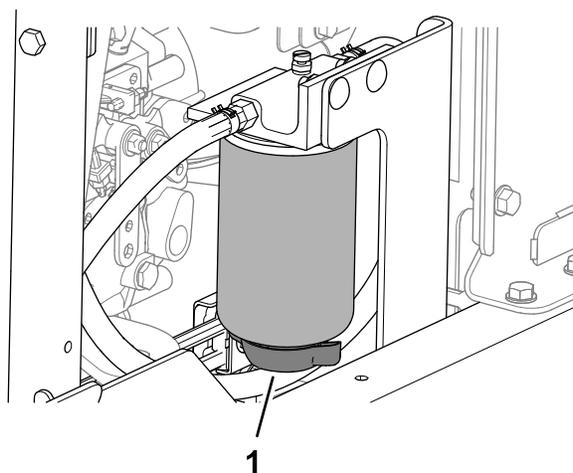

Рисунок 82
3. Поместите сливной поддон под сливной клапан водоотделителя топливной системы (Рисунок 82).